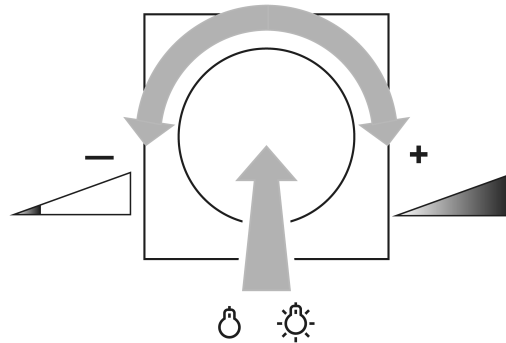

Bild 1: Koppla om ljuset eller ställa in ljusstyrkan
- Tryck kort på knappen: ljuset tänds eller släcks (Bild 1).
- Vrid snabbt på knappen: ljusstyrkan förändras snabbt (Bild 1).
- Vrid långsamt på knappen: ljusstyrkan förändras långsamt (Bild 1).